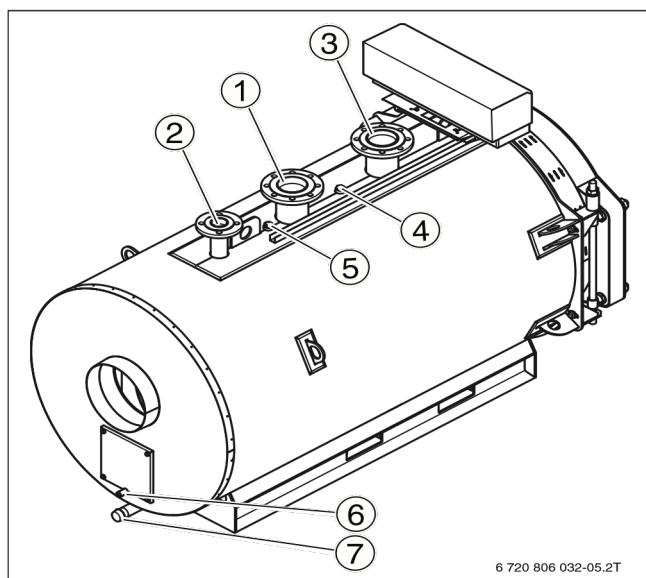
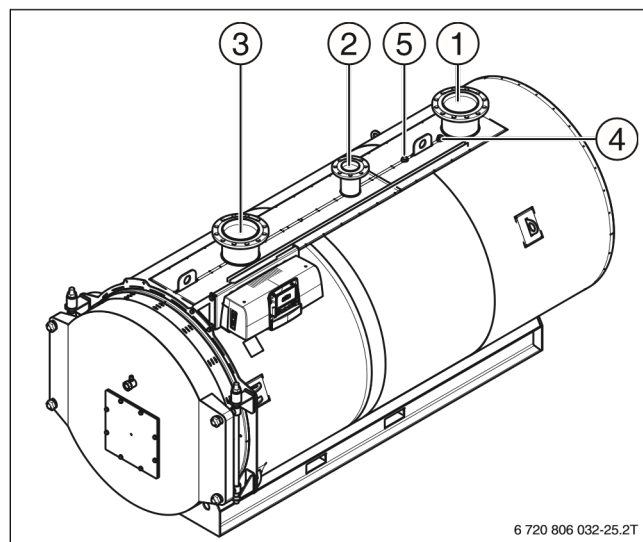

Рисунок 13 Котёл SK120 - 820 кВт (слева = задняя сторона котла)
Рисунок 14 Котёл SK 1040 - 1850 кВт (слева = передняя сторона котла)
- Подсоедините обратную линию системы отопления к месту её подключения на котле (→Рисунок 13, стр. 22 и Рисунок 14, стр. 22, [3]).
- Подсоедините подающую линию системы отопления к месту её подключения на отопительном котле (→Рисунок 13, стр. 22 и Рисунок 14, стр. 22, [1]).
- Закрепите предохранительный клапан четырьмя болтами на подключении подающей предохранительной линии VSL (→ Рисунок 13 и Рисунок 14[2]).
Точка замеров находится сверху на корпусе котла (→ Рисунок 13, стр. 22 и Рисунок 14, стр. 22)